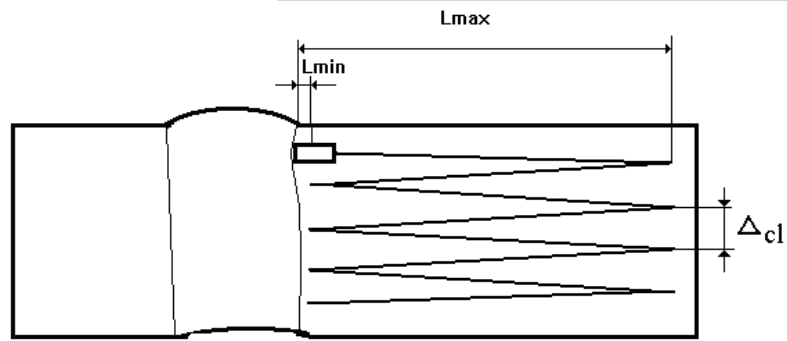

Рисунок 6.1 – Схема сканирования СС
6.4 Установить ПЭП на предварительно смазанную контактной жидкостью поверхность СС и выполнить сканирование по схеме (рисунок 6.1), перемещая ПЭП перпендикулярно сварному шву в пределах, указанных в таблицах 6.1, 6.2, сдвигая ПЭП вдоль шва СС на шаг  $\Delta_{cl}$ , указанный в таблицах 6.1, 6.2, без особого усилия со скоростью не более 100 мм/с, обеспечивая надежный акустический контакт.